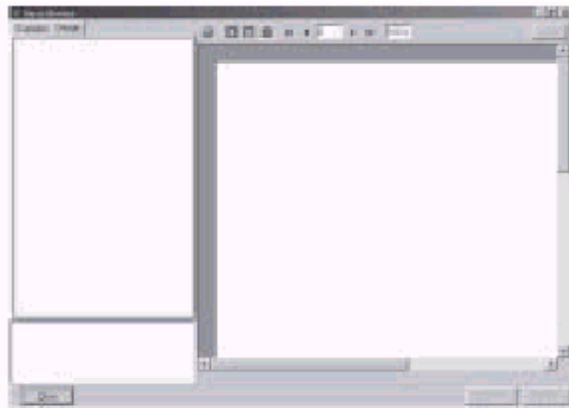
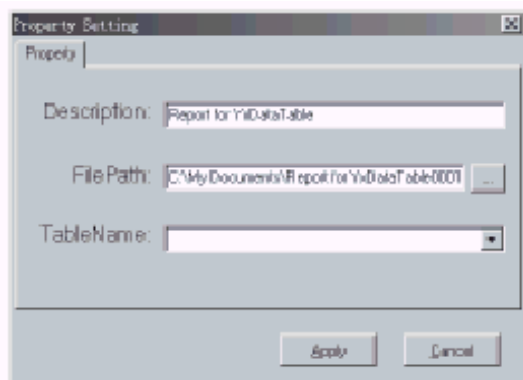

Fig. 8-21 Seleccione la tecla de Diseño
Fig. 8-24 Ingreso de las Opciones
2. Diseño del Reporte: Seleccione la tecla **Design** y la tabla de listado estará vacía si se abre por primera vez, como en la Fig. 8-21.
Refiérase a la Fig. 8-21, ingrese un **nombre** describiendo el uso del reporte en la posición de Description y el trayecto y nombre del reporte en la posición de FilePath o haga clic en el icono  para abrir el cuadro de diálogo para seleccionar los campos a abrir. Luego haga clic en **Apply**, como en la Fig. 8-24. Se agregará un nuevo registro a la pantalla de tabla de listado.